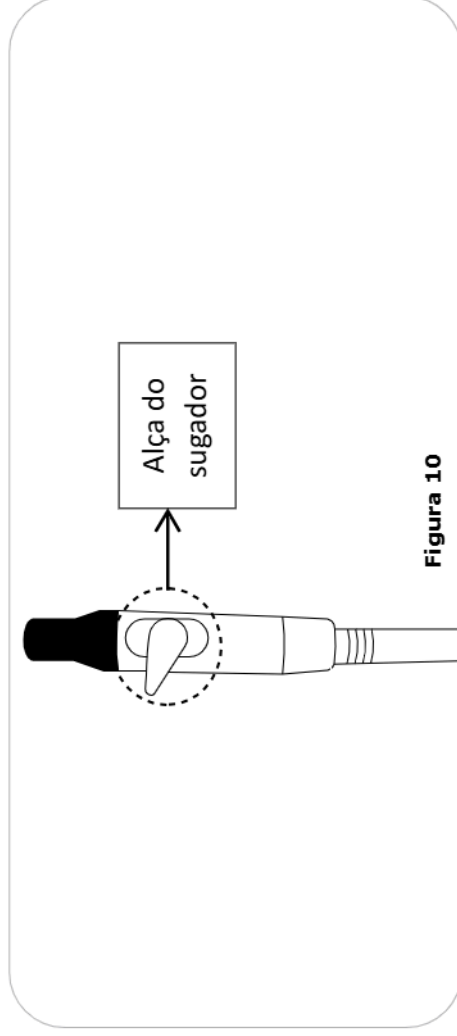

Figura 10
- Realize a regulagem de sucção movimentando a **alça do sugador** para cima ou para baixo, conforme Figura 10.